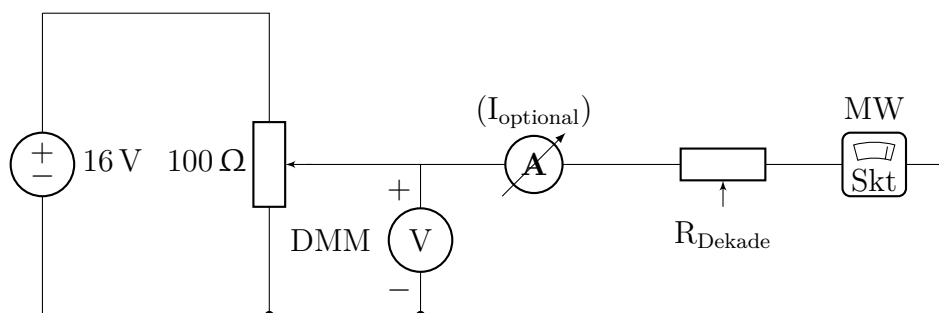

Abbildung 5: Schaltung als Voltmeter
- Man stelle den Messbereich des Messwerkes mit Hilfe des Vielfachinstrumentes und der Widerstandsdekade auf den Spannungsbereich von zunächst $1\ \text{V}$ und dann von $0,5\ \text{V}$ ein (Abb. 5). Wie groß sind die eingestellten Vorwiderstände R_V ?